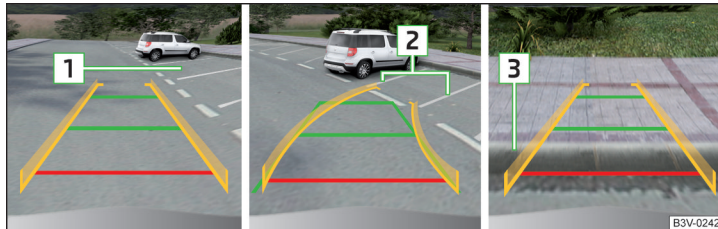

Abb. 280 Bildschirmanzeige
- › An der ausgewählten Parklücke **1** » Abb. 280 langsam vorbeifahren und das Fahrzeug anhalten.